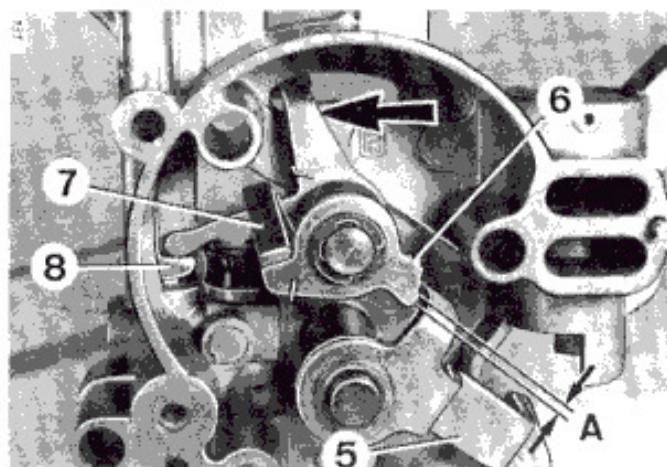

Рис. 11
- Дроссельную заслонку (9) открыть, толкател (7) перевести в положение холодного пуска (стрелка) Рис. 11, дроссельную заслонку закрыть.
- Измерить зазор дроссельной заслонки как показано на Рис 13. Регулировочным винтом (10) откорректировать зазор. Регулировочный винт (11) при этом не должен упираться.